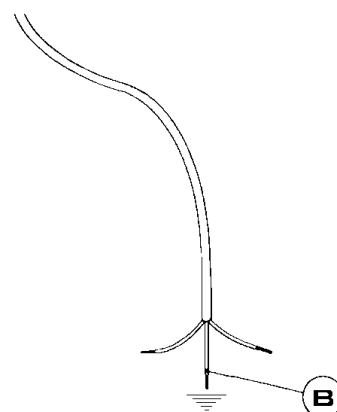

FIG. 14
Em caso de substituição do cabo de alimentação, o instalador deverá manter o condutor de terra mais comprido (B) em relação aos condutores de fase (veja fig. 14). Para além disso, deverá respeitar as indicações do parágrafo 9.